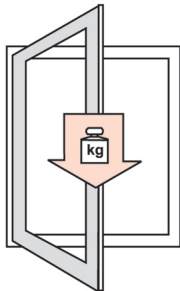

рис. 3
1.3.2. Не нагружайте створку дополнительным весом в вертикальном направлении (рис. 3).